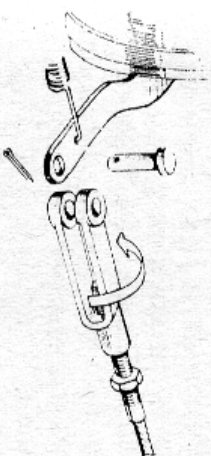

Рис. 72. Регулировка длины троса.
2. Отрегулируйте длину троса вращением вылки (рис. 72). В брав слабины троса, доверните вылку до совпадения отверстий вылке и рычаге. Рычаг при этом должен быть в заднем положении.